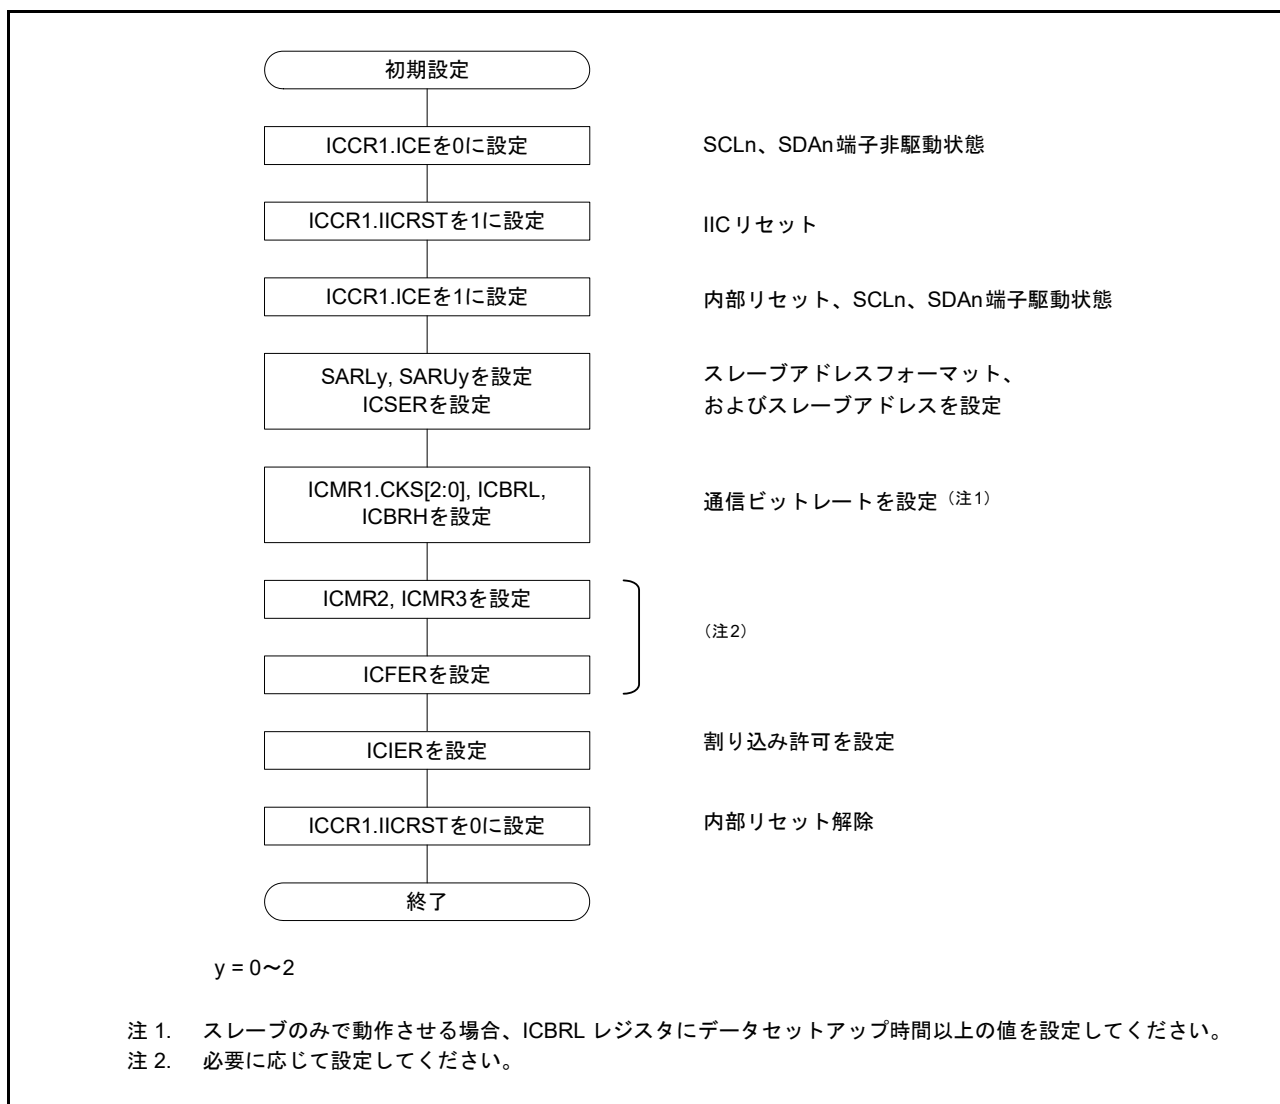

図 29.5 IIC の初期化フローチャート例
データの送受信を開始する場合、図 29.5 に示す手順に従って IIC を初期化してください。
4. SARLy、SARUy、ICSER、ICMR1、ICBRH、ICBRL の各レジスタ (y = 0 ~ 2) を設定し、その他のレジスタを必要に応じて設定します。IIC の初期設定については、図 29.5 を参照してください。